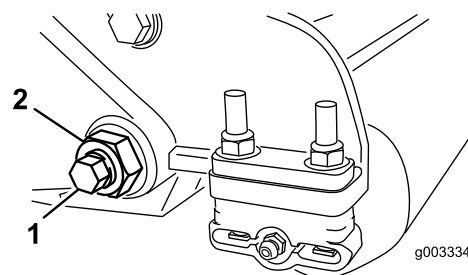
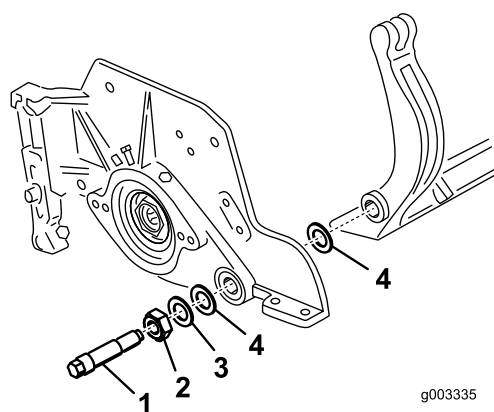

Figura 29
Figura 30
3. En cada lado de la máquina, afloje la contratuerca que fija el perno de la barra de asiento (Figura 29).
4. Retire cada perno de la barra de asiento, para poder tirar de la barra hacia abajo y retirarla de la máquina (Figura 29). Guarde las 2 arandelas de nylon y la arandela de acero troquelado de cada extremo de la barra de asiento (Figura 30).
2. Fije la barra de asiento a cada chapa lateral con los pernos de la barra (con tuercas en los pernos) y las 6 arandelas. Debe colocarse una arandela de nylon en cada lado del saliente de la chapa lateral. Coloque una arandela de acero por fuera de las arandelas de nylon exterior (Figura 30). Apriete los pernos de la barra de asiento a 27-36 N-m.
9. Sujete la barra de asiento a cada chapa lateral con los pernos de la barra (con tuercas en los pernos) y las 6 arandelas. Debe colocarse una arandela de nylon en cada lado del saliente de la chapa lateral. Coloque una arandela de acero por fuera de cada arandela de nylon (Figura 32). Apriete los pernos de la barra de asiento a 37-45 N-m. Apriete las contratuercas hasta que la arandela de acero exterior deje de girar, y la holgura quede eliminada, pero no apriete demasiado ni desvíe las chapas laterales. Las arandelas del interior pueden tener cierta holgura (Figura 30).